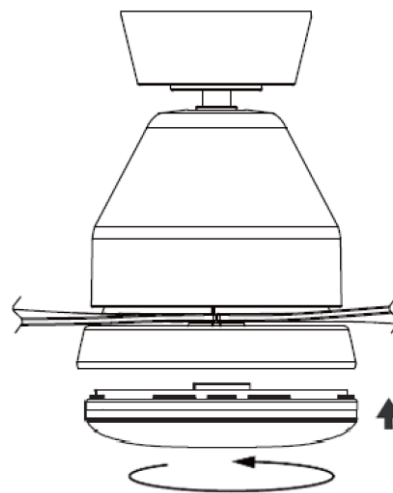

Fig. 6
- Monteer de bol op de lamphouder. (alleen voor de ventilator met licht) Fig. 6